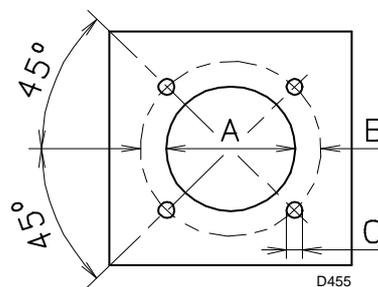

Fig. 11
Percer la plaque de fermeture de la chambre de combustion comme indiqué dans la Fig. 11.
- Introduire tout le brûleur sur le trou de la chaudière, précédemment prédisposé, comme illustré sur la Fig. 11, et le fixer avec les vis fournies de série.